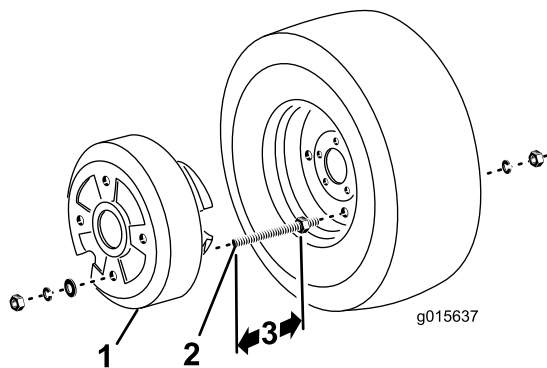

Figura 24
2. Aggiungete 3-7/8 poll. alla misura nella fase 1. Questa diventa la dimensione "A" nella Figura 24.
4. Inserire le aste filettate attraverso 2 fori opposti nel cerchio e fissarli in posizione con rondelle di bloccaggio (1/2 poll.) e dadi esagonali (Figura 24).
5. Posizionare la zavorra della ruota sulle estremità delle aste filettate e fissare in posizione con rondelle piane, rondelle di bloccaggio e dadi esagonali (Figura 24).